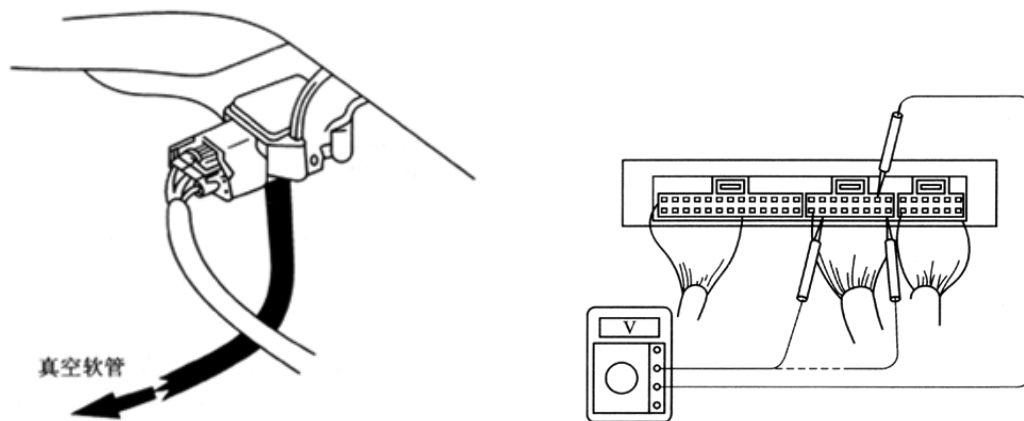

图 2-2-4 膜盒传动式进气压力传感器电压测量
③拔下真空管，电压值约 1.5V。如图 2-2-4 所示。
④接上真空管，并在真空度不断增加的情况下，电压值应从 1.5V